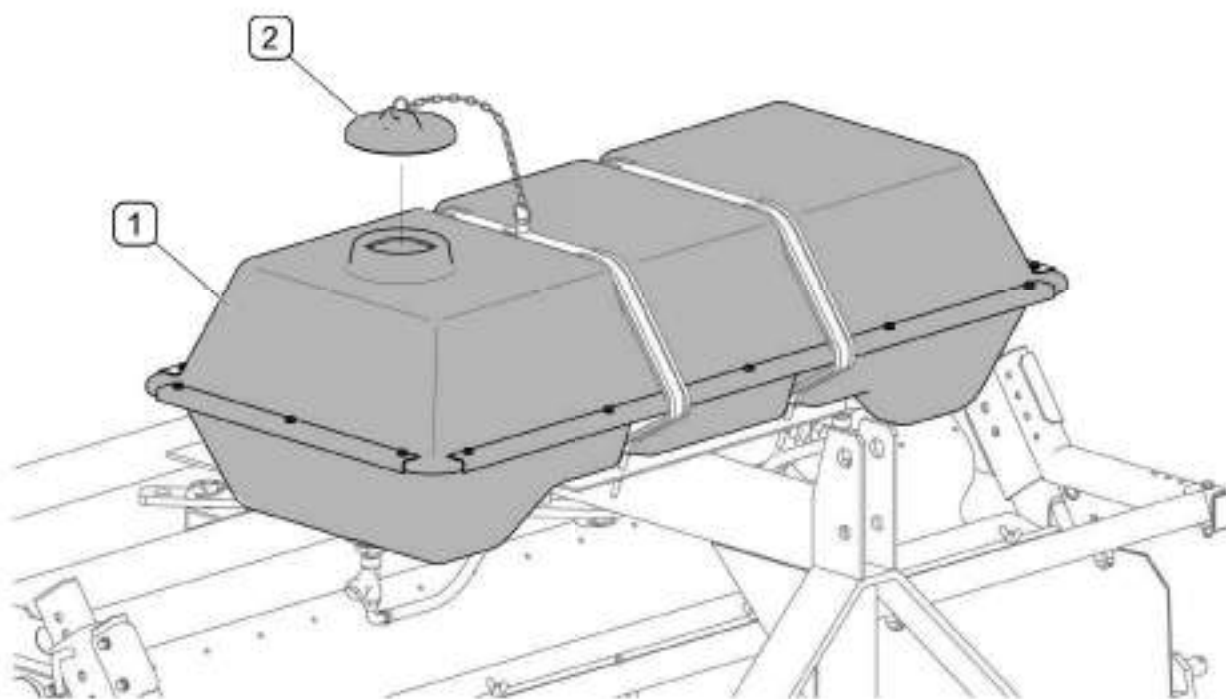

РИСУНОК 4.4А Бак для воды
Наполнение бака для воды (1) осуществляется через заливное отверстие с пробкой (2) (РИСУНОК 4.4А) Бак вмещает 130 литров воды.